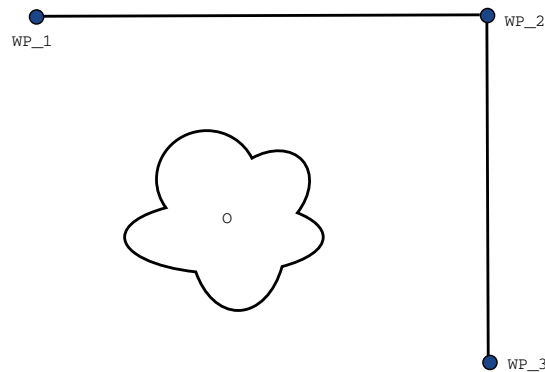

FIGURE 15.2 – WP_1 : position initiale, WP_2 : via point, WP_3 : position de ramassage, O : obstacle.
Exemple Considérez une application de ramassage et de placement comme un exemple (voir la figure 15.2), où le robot est actuellement au Point de cheminement 1 (WP_1), et elle doit ramasser un objet au Point de cheminement 3 (WP_3). Pour éviter les collisions avec l'objet et les autres obstacles (0), le robot doit s'approcher WP_3 dans la direction venant du Point de cheminement 2 (WP_2). Donc trois points de cheminement sont introduits pour créer un chemin qui répond aux exigences.